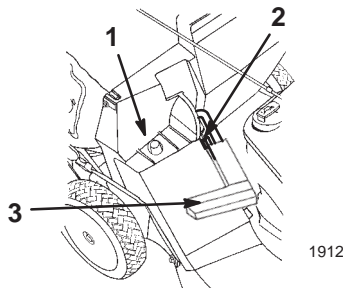
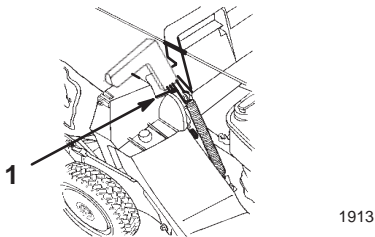

Figure 14
Figure 15
2. Vérifiez que la poignée du volet d'éjection est complètement abaissée vers l'avant et que le goujon est bien engagé dans son logement (Fig. 14).
3. Accrochez le cadre du bac par le trou sur l'ergot de retenue situé sur l'éjecteur (Fig. 14).
5. Pour ouvrir le volet d'éjection, tirez la poignée du volet vers l'avant pour dégager le goujon et le faire passer après la rampe du volet du bac, puis repoussez la poignée vers l'arrière pour bloquer le goujon dans l'encoche du bac (Fig. 15).
2. Tirez la poignée du volet d'éjection vers le haut et hors de l'encoche du bac (Fig. 15), puis vers l'avant pour qu'elle s'engage (Fig. 14).